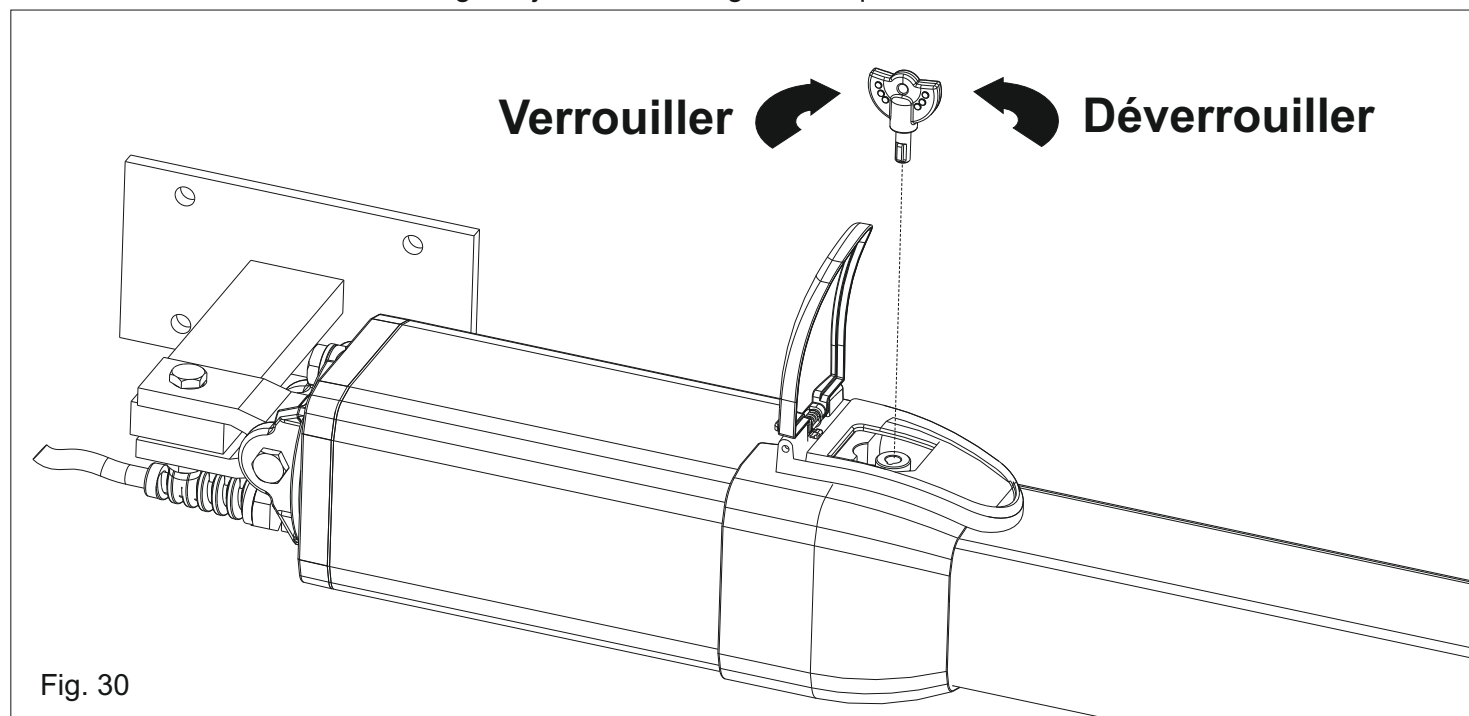

Fig. 30
- 1) Déverrouiller l'opérateur (comme dans Fig. 30).
- 1) Déverrouiller (comme dans Fig. 30)
-Insérer la clef et la tourner de 180 ° en sens anti-horaire (Fig.30).
-Insérer la clef et la tourner en sens horaire jusqu'à son arrêt (Fig.30).